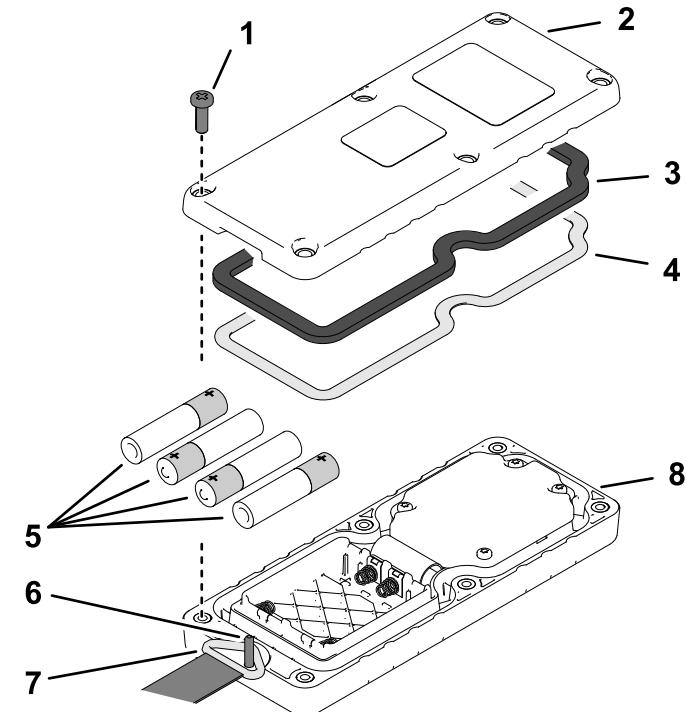

図 7
1. ハンドヘルドリモートのカバー片を止め付けているねじ6本を外して黒いカバーを取り外す図7。
3. スチール製ガスケットとゴム製シール図 7が前側カバーの溝に適切に嵌っていることを確認する。
4. 下げひものピンにリングを掛ける図 7。
5. ケースにふたを合体させ、ねじ6本で固定する図 7。